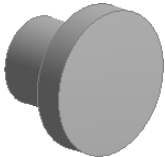

图 3.4.26 求交结果
- **Intersection of All Bodies** 选项：选中该选项，系统对所有体进行求交后再将求交结果进行求交作为最终的求交结果。本例中如果选择该选项，最终求交结果如图 3.4.26 所示。